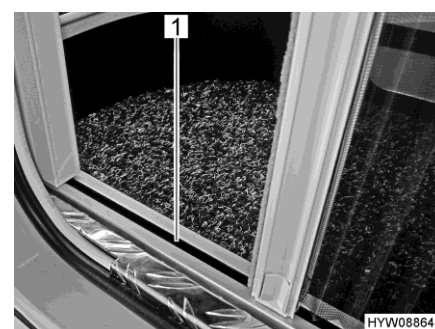

Fig. 33 Moustiquaire (guidage inférieur)
- ▷ Saisir la barre-poignée des deux mains pour fermer et ouvrir. Cela réduit le risque que la moustiquaire se coince dans les guidages (Fig. 33,1).